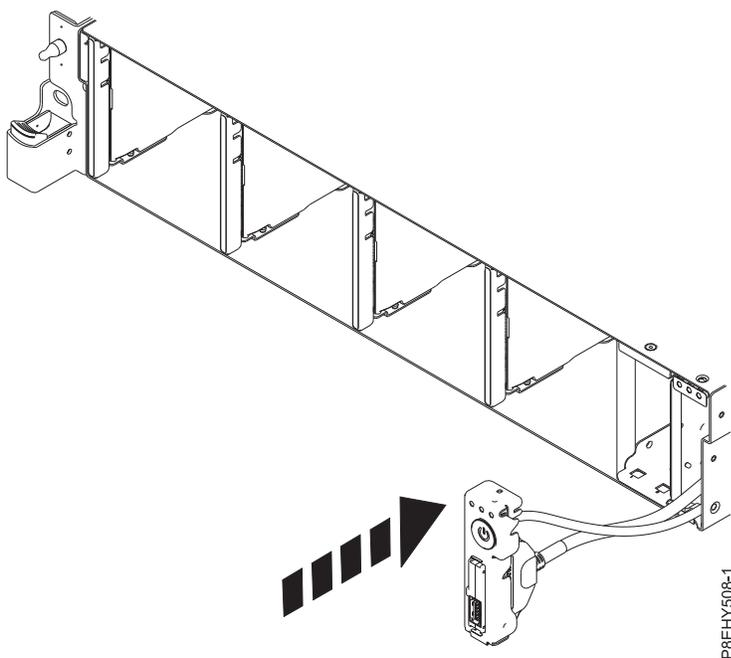

図 25. システム・バックプレーンへの前面 USB ケーブルの再取り付け
4. システムに電源スイッチおよびケーブルを挿入します。ケーブルは慎重にシステム・バックプレーンを通して配線してください。図 25を参照してください。